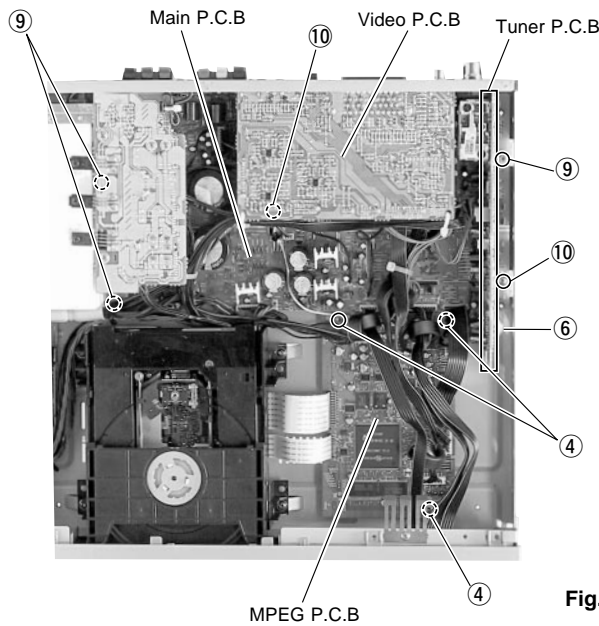

Fig. 2
Remove 3 screws (④) in Fig. 2.
- a. Remove 1 screw (⑥) in Fig. 2.
Remove 3 screws (⑨) and 2 screws (⑩) in Fig. 2.
④のネジ3本を外します。(Fig. 2)
- a. ⑥のネジ1本を外します。(Fig. 2)
⑨のネジ3本と⑩のネジ2本を外します。(Fig. 2)